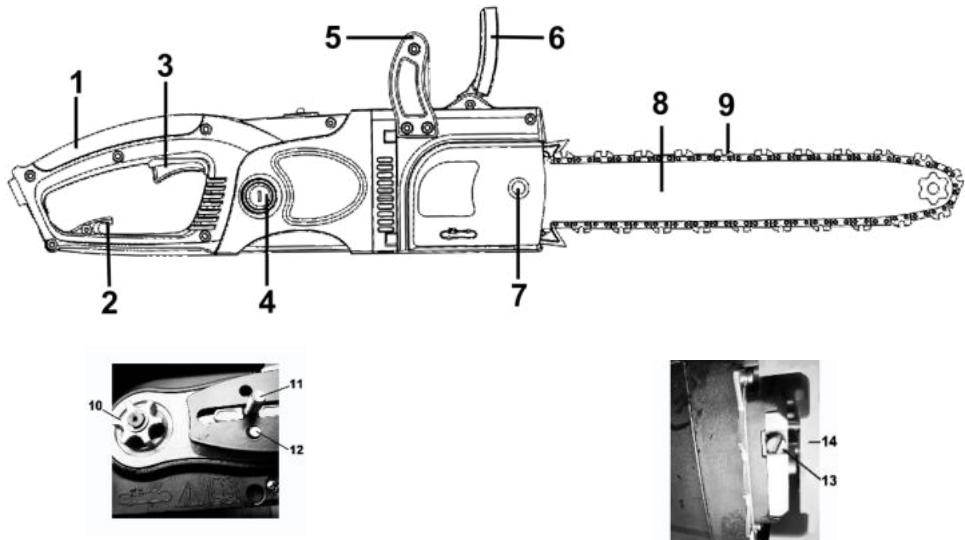

Рисунок 1
піляльної гарнітури у складі шини (8), піляльного ланцюга (9), однофазного колекторного двигуна з подвійною ізоляцією, який встановлений по «подовжній» схемі – вісь двигуна паралельна осі виробу, при цьому рух на приводну шестерню (10) ланцюга передається під кутом 90° через конічний редуктор; системи зчеплення з відцентровою муфтою та гальмами, – згідно рис. 1.
4.1.1 Для увімкнення виробу натисніть на кнопку блокування від випадкового ввімкнення (розташована з лівого боку основної рукоятки), а потім на важіль перемикача (3) (рис. 1). Для відключення виробу слід важіль відпустити.